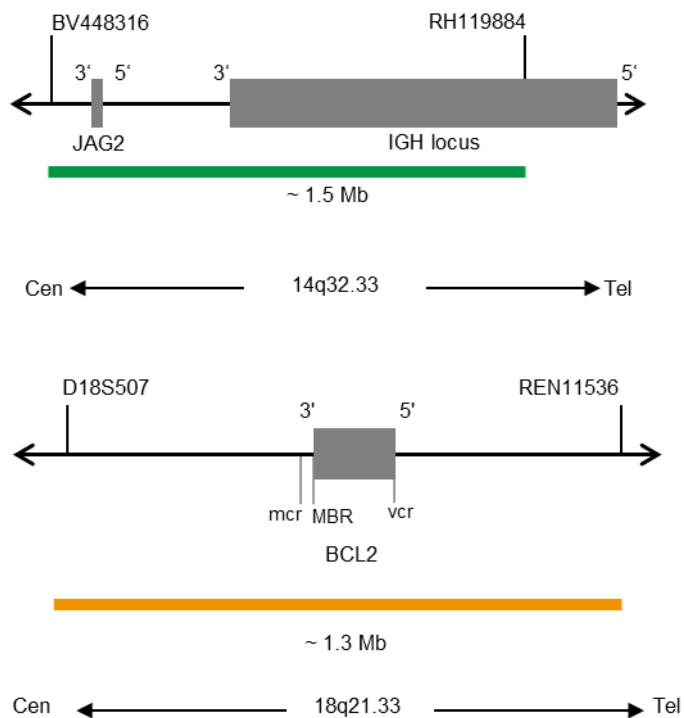

Abb. 1: Oben: SPEC IGH Sondenlokalisierung; Unten: SPEC BCL2 Sondenlokalisierung (nicht maßstabsgetreu)
- ZyGreen (Anregung 503 nm/Emission 528 nm) markierten Polynukleotiden (~12 ng/μl), die gegen Sequenzen in 14q32.3* (chr14:105,462,169-106,995,000) gerichtet sind, welche die IGH-Genregion enthalten (siehe Abb. 1).
- ZyOrange (Anregung 547 nm/Emission 572 nm) markierten Polynukleotiden (~6 ng/μl), die gegen Sequenzen in 18q21.33* (chr18:60,180,078-61,507,691) gerichtet sind, welche die BCL2-Genregion enthalten (siehe Abb. 1).